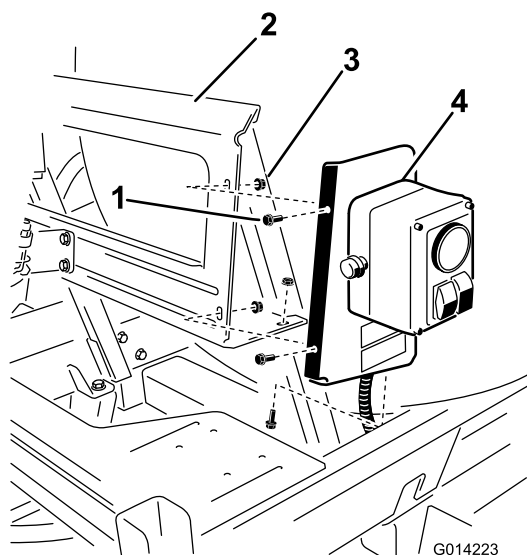

Figura 6
2. Instale el conjunto en el soporte de montaje con 3 pernos (1/4 x 5/8 pulgada) y 3 contratuercas (1/4 pulgada) según se muestra en Figura 6.